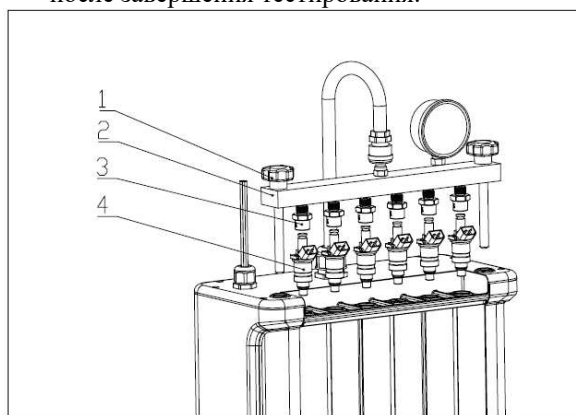

Рис. 5.1.1
- 3) Отрегулируйте винты для крепления топливного распределителя и форсунок на мерные стаканы (подпорку), затяните прижимные винты (черного цвета) равномерно с обеих сторон. Схема установки показана на рис. 5.1.1.